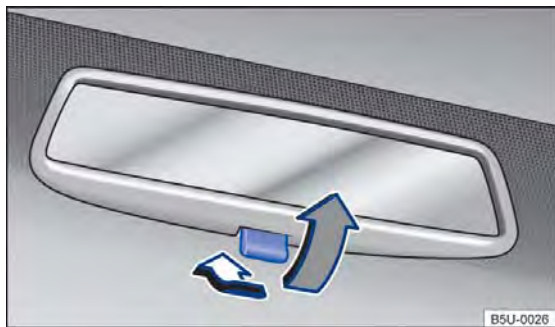

Fig. 70 No para-brisa: espelho retrovisor interno com antiofuscante manual.
- Posição noite: puxar a alavanca → Fig. 70 (seta cinza), para evitar o ofuscamento dos faróis dos veículos que trafegam atrás.